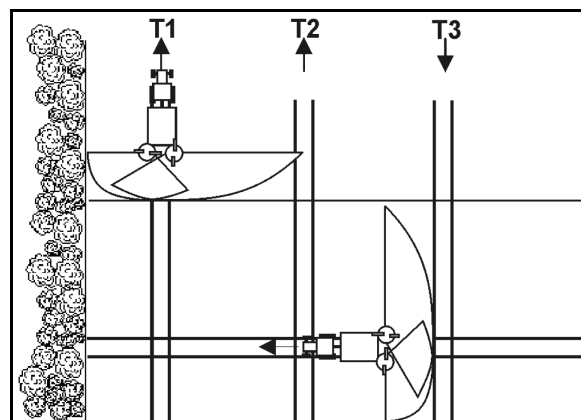

Fig. 86
- Åpne lukkespjeldet etter at du har kjørt inn i kjøresporet ved punkt P1 (Fig. 86), når spredeskivene er i avstanden X fra kjøresporet i vendeteigen.
- Lukk spjeldet før du kjører ut av kjøresporet ved punkt P2 (Fig. 86), når spredeskivene er på høyde med det første kjøresporet i vendeteigen.